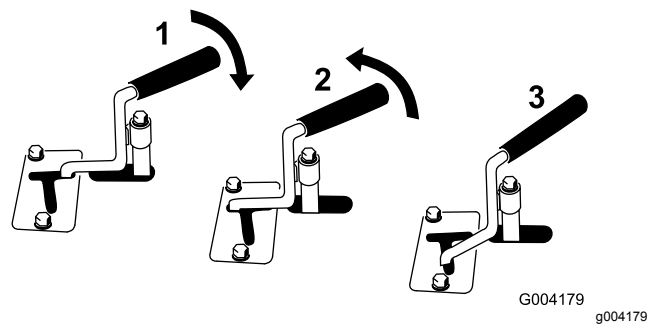

Рисунок 12
- Чтобы гидравлическое навесное орудие начало двигаться в направлении вперед, поверните рычаг вспомогательной гидравлики назад и потяните его в сторону контрольной штанги (Рисунок 12, номер 1).
- Для того чтобы гидравлическое навесное орудие начало двигаться в обратном направлении, поверните рычаг вспомогательной гидравлики назад, затем сдвиньте его влево, в верхний паз (Рисунок 12, номер 2).
Примечание: При отпускании рычага из положения движения ВПЕРЕД рычаг автоматически вернется в НЕЙТРАЛЬНОЕ положение (Рисунок 12, номер 3). Если рычаг находится в положении заднего хода, он будет оставаться в этом положении до тех пор, пока вы не выведете его из паза.